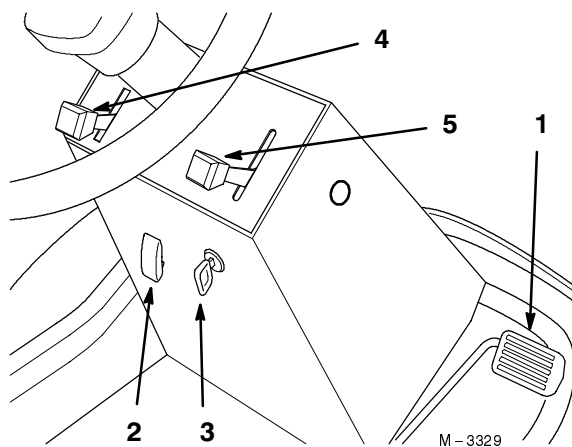

Figure 10
1. Relâchez la pédale de déplacement pour immobiliser la machine (Fig. 10).
2. Pour embrayer la PdF, soulevez le couvercle et placez la commande en position En service (Fig. 10).
1. La fermeture du couvercle place la commande de PdF en position Hors service (Fig. 10).
1. Pour vous déplacer en marche avant, posez le pied sur la pédale de déplacement (Fig. 10).
3. Appuyez lentement sur la partie supérieure de la pédale pour avancer (Fig. 10).
1. Pour vous déplacer en marche arrière, posez le pied sur la pédale de déplacement (Fig. 10).
3. Appuyez lentement sur la partie inférieure de la pédale pour reculer (Fig. 10).